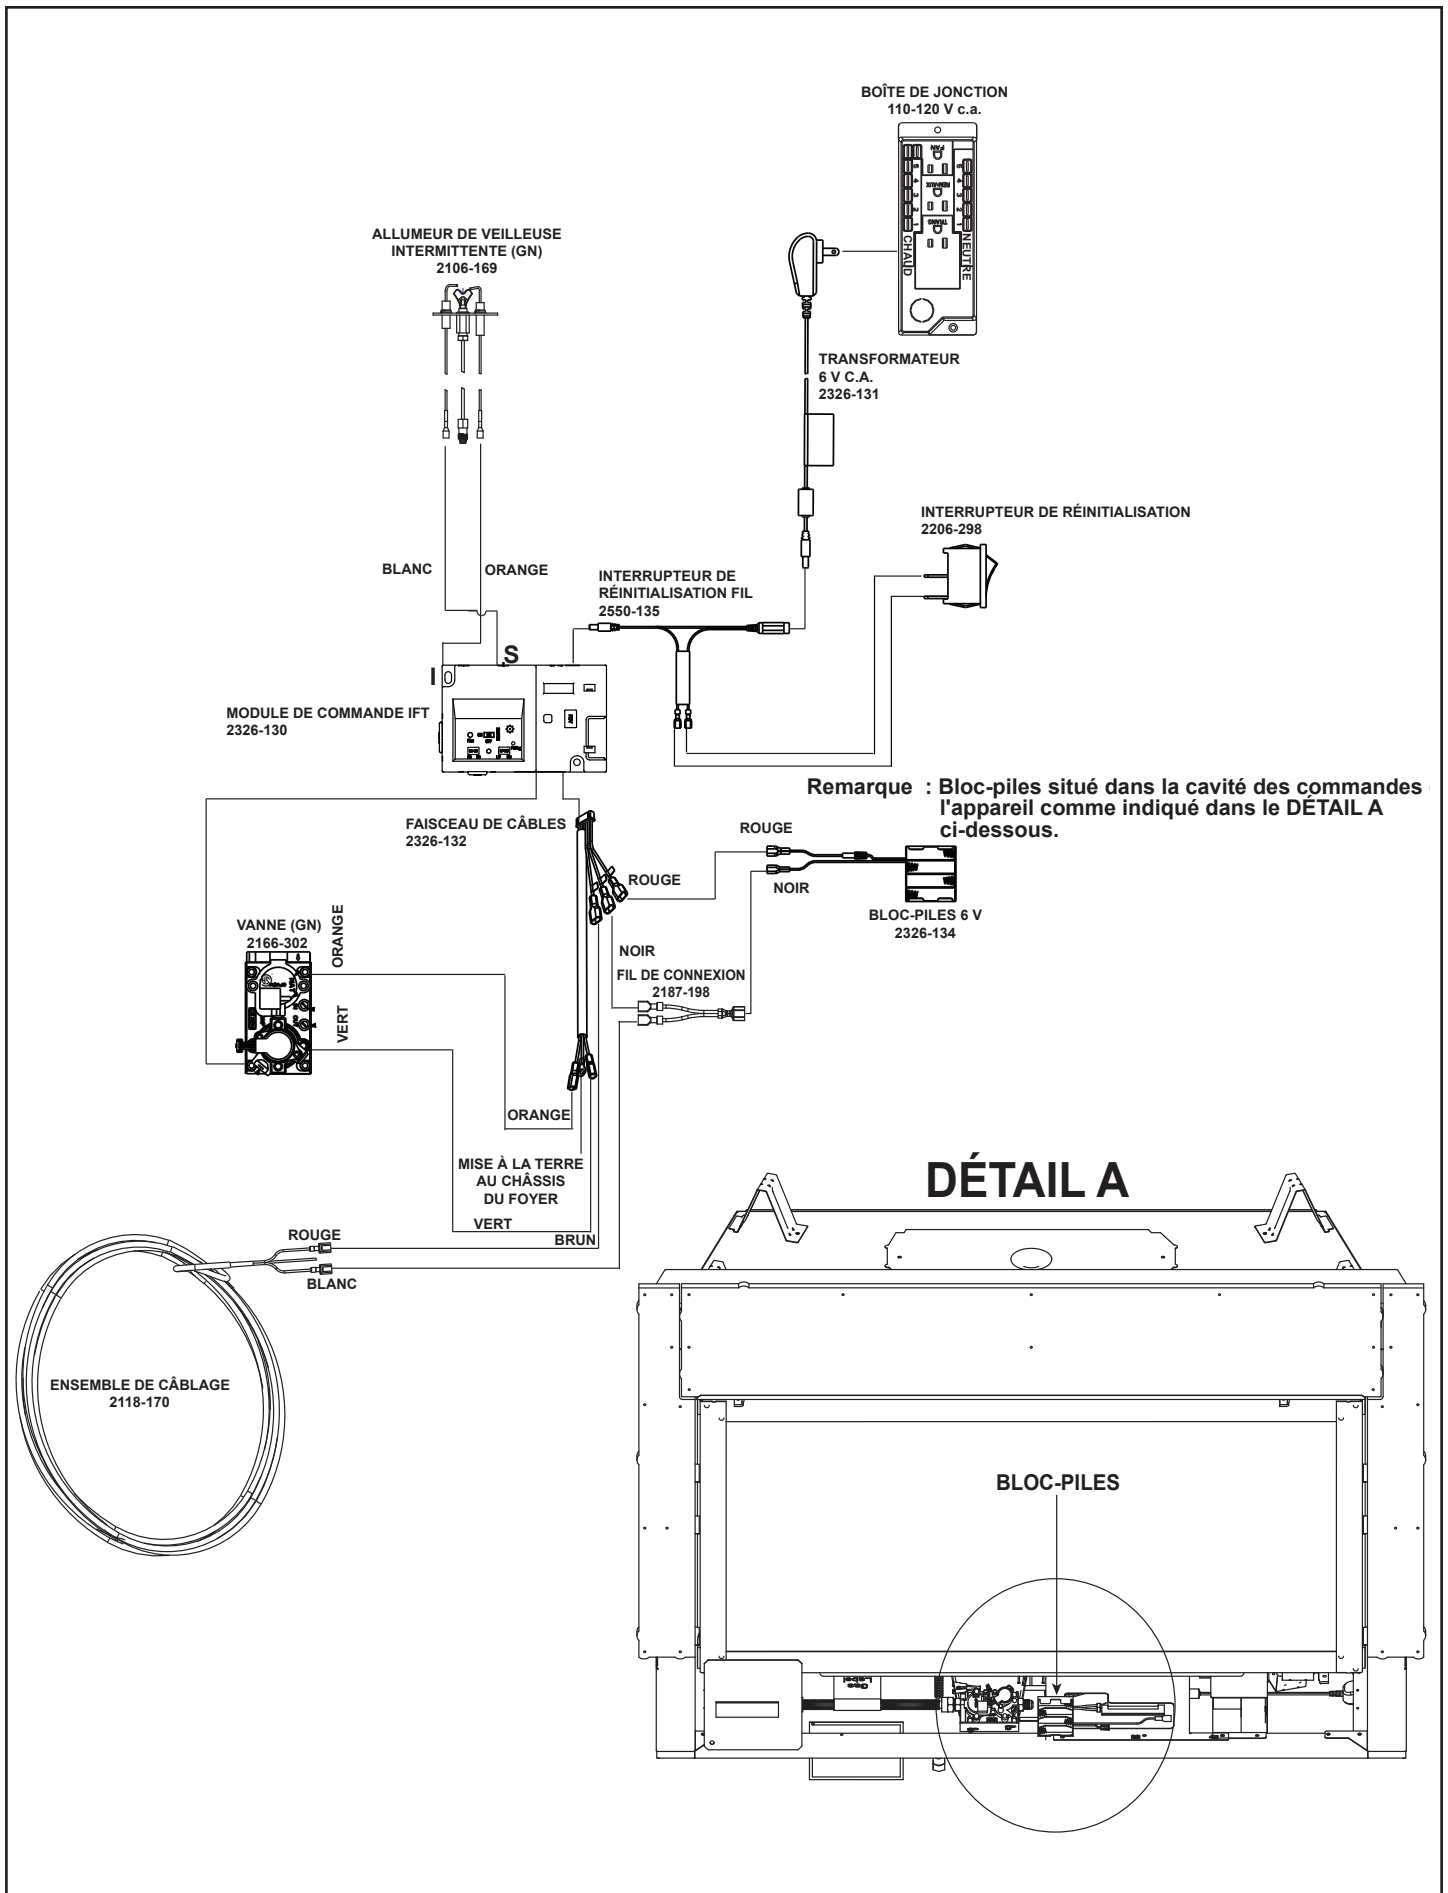

Figure 8.5 Schéma de câblage IntelliFire Tactile - Standard
- Consultez la figure 8.5, 8.6 et 8.7 et les Schémas de câblage IntelliFire Tactile (IPI).